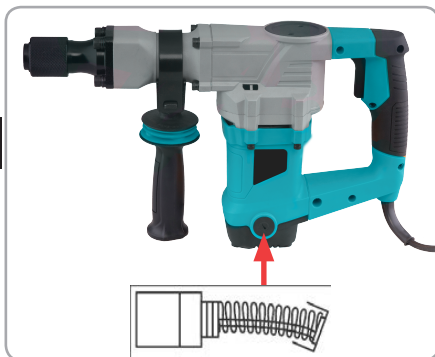

Fig.9
**Schimbarea periiilor de carbon: Fig. 9**